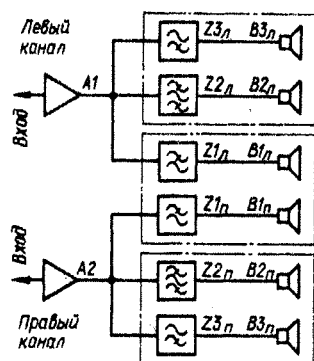

Рис. 1
**К**ачество звучания стереофонической радиоприемной аппаратуры можно улучшить, если к двум имеющимся в акустической системе громкоговорителям добавить еще один, общий для обоих каналов низкочастотный громкоговоритель, воспроизводящий колебания частотой ниже 300 Гц. Структурная схема такой акустической системы (ее иногда называют тройкой) показана на рис. 1. Каждый канал